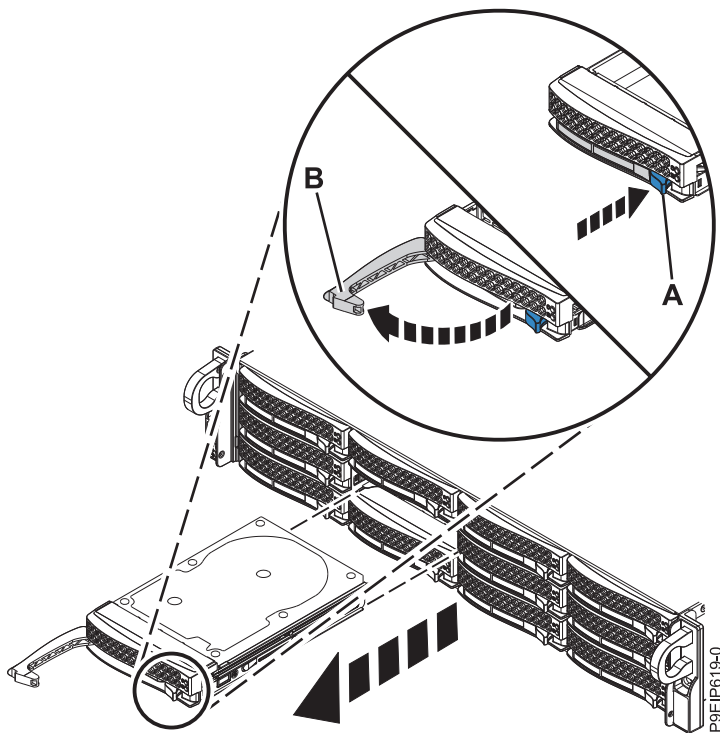

Figure 1. Retrait d'une unité avant
3. Déverrouillez la poignée de la baie d'unité **(B)** en poussant le loquet de la poignée **(A)** comme indiqué dans la figure 1, à la page 5. La poignée **(B)** sort d'un coup sec. Si la poignée n'est pas complètement sortie, l'unité ne peut pas être retirée du système.